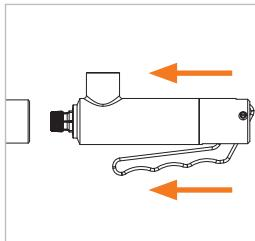

Figure 6
- ▶ Insérez le connecteur, avec le levier à main (Pos. 4) comprimé, dans l'axe dans la pièce d'essai jusqu'à ce que le joint frontal (Pos. 7) entre en contact avec la pièce d'essai (*Figure 6*). Le joint frontal est ainsi préservé des dommages causés par d'éventuels bords saillants de la pièce d'essai et le bon raccordement est garanti.